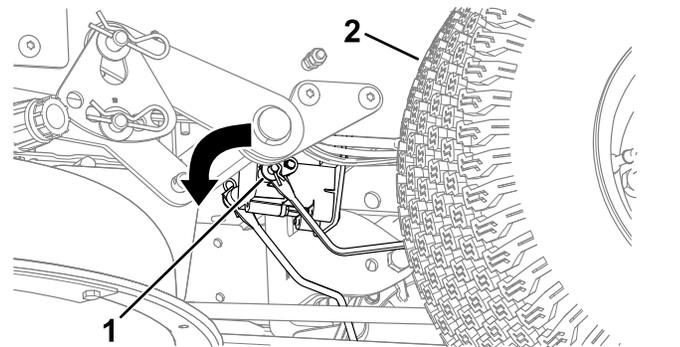

図 46
2. 電気ブレーキのシャフトブレーキリンクアームが接続されているを探し出す 図 46。